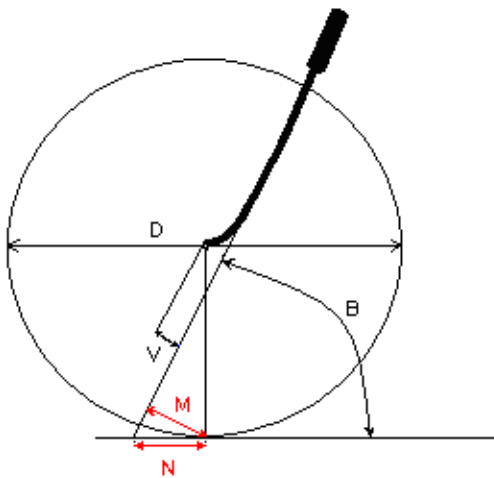

FIG.1a
**FIG.1a De geometrie van het voorframe.** Er zijn veel experimenten bekend met balhoofdhoeken (**B**), wieldiameters (**D**) en vorksprong (**V**). We kunnen een vorksprong krijgen door vorkdoorbuiging of door rechte vorkpoten een hoek te laten maken met de balhoofdruis. Bij motoren en brommers staan de poten van de voorvork gewoon een aantal centimeters voor het balhoofd. De naloop **N** en mechanical trail **M** (=effectieve naloop), liggen vast als we de eerste drie gekozen hebben. Met **B**, **D** en **V** kunnen we na wat wiskundig goochelwerk bepalen dat:  $M = (0,5 \cdot D \cdot \cos B - V)$  en  $N = (0,5 \cdot D \cdot \cos B - V) : \sin B$ . Een Excelfile voor het rekenwerk kunt u hier downloaden. In deze berekening wordt ook een stabiliteitsindex **U** berekend (zie tekst hieronder).